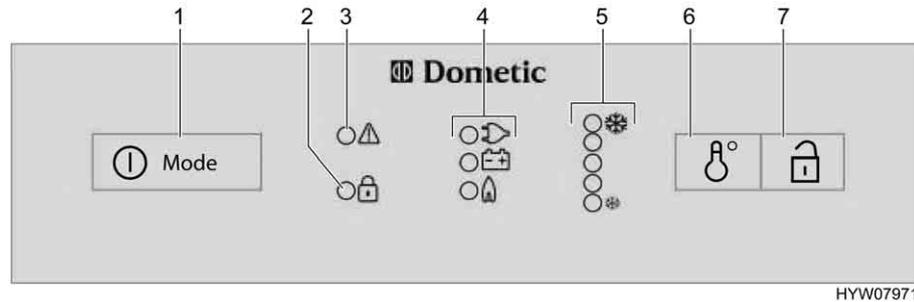

Fig. 152 Elementos de mando para el frigorífico (Dometic de la serie 8 con SMSE)
- Pulsar el conectador/selector de energía (Fig. 152,1) 2 segundos para conectar el aparato. Se ilumina el LED del último modo de funcionamiento seleccionado.
- Si fuera necesario, pulsar el conectador/selector de energía (Fig. 152,1) varias veces brevemente hasta que se ilumine el piloto gas "🔥". El suministro de gas está abierto. El encendido se realiza automáticamente. Se oye un sonido de tic-tac hasta que el proceso de encendido se haya llevado a cabo con éxito.
- Ajustar la temperatura de refrigeración con el conmutador para el ajuste de la temperatura (Fig. 152,6).
- Si fuera necesario, pulsar el conectador/selector de energía (Fig. 152,1) varias veces brevemente hasta que se ilumine el piloto 230 V "⚡".
- Pulsar el conector/selector de energía (Fig. 152,1) 2 segundos para conectar el aparato. Se ilumina el LED del último modo de funcionamiento seleccionado.
- Si fuera necesario, pulsar el conector/selector de energía (Fig. 152,1) varias veces brevemente hasta que se ilumine el piloto 12 V "12V".